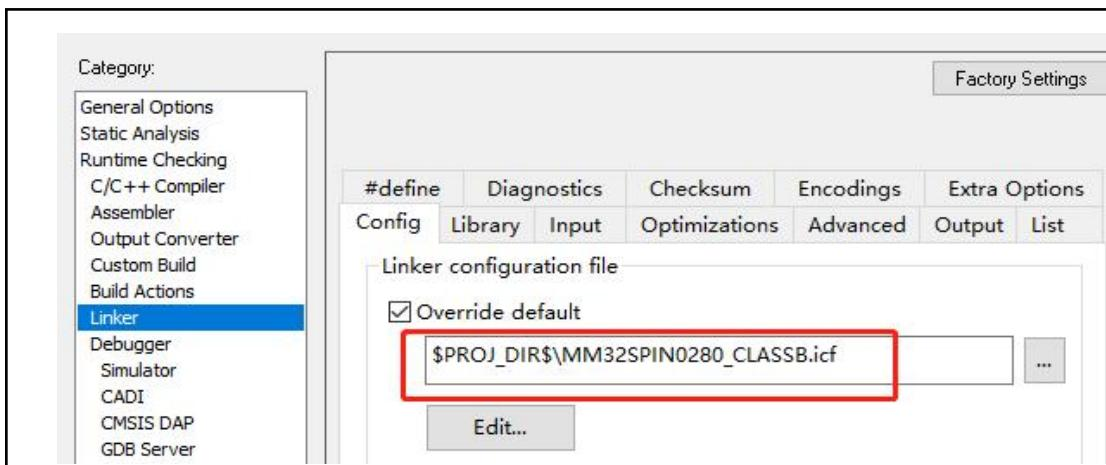
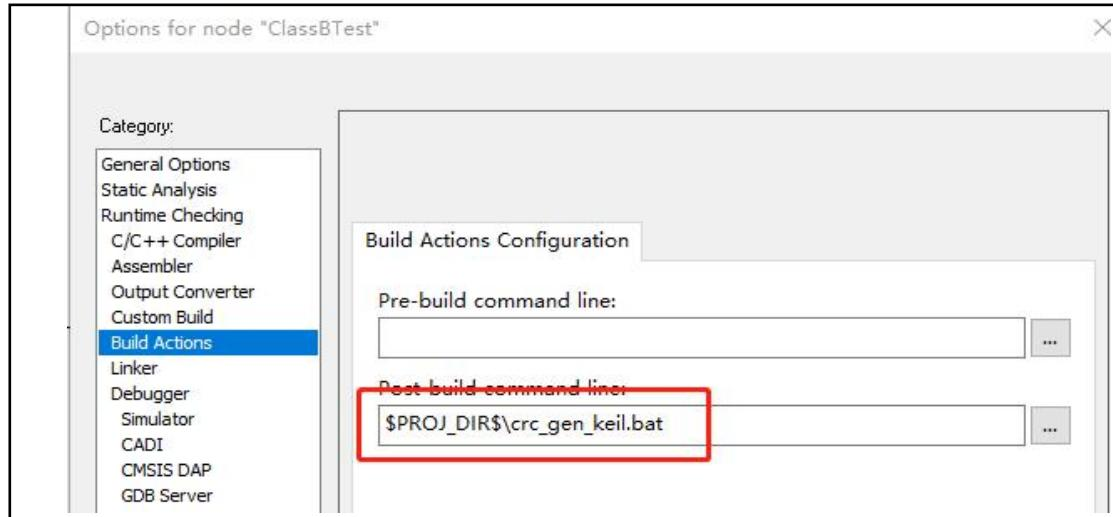

图 25. IAR 平台 ICF 文件路径配置
图 26. IAR 平台 CRC 脚本文件路径配置
8. 在 Build Action 配置中设置 crc\_gen\_keil.bat 运行方式，linker 选项中设置例程中的 icf 文件路径（如图 25和图 26）；